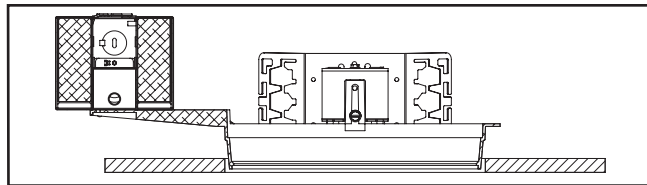

Figura 2.
2. Ajuste los tornillos de ajuste del soporte de modo que la parte inferior del anillo de yeso quede 1/8" (3,2 mm) arriba de la línea del techo acabada (Figura 2.). El soporte de suspensión es reversible para un ajuste total de 5".